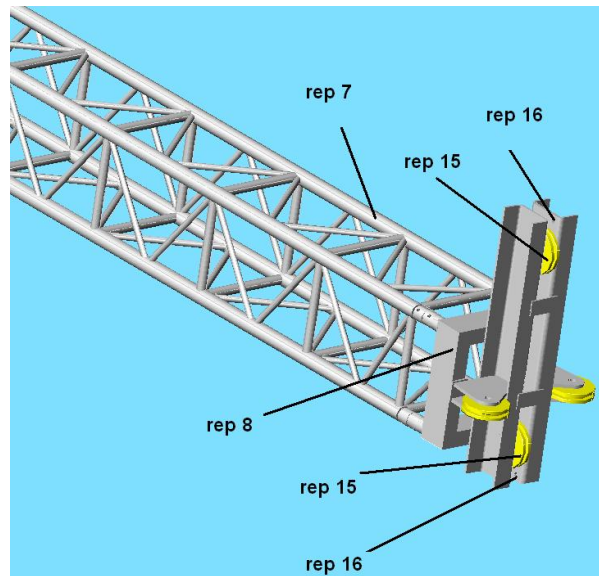

fig.9
- b) Placer les boulons de maintien de la chaîne (rep 16) dans les trous prévu à cet effet (fig.9).